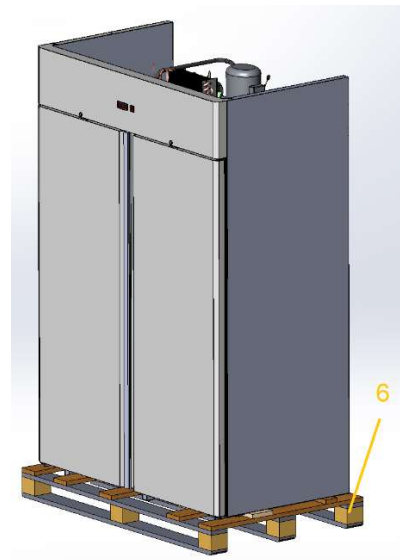

Рис. 6
7. Приподнять вертикально шкаф и снять с транспортировочного поддона (6) - рис.6.